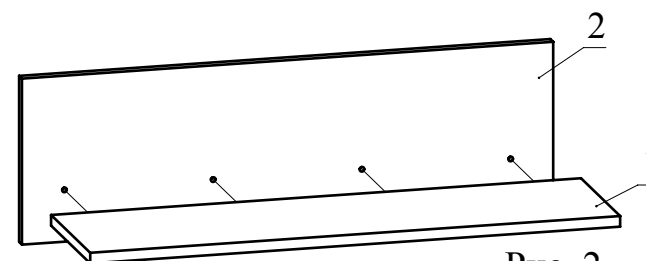

Рис. 2
3. Соедините детали 1 и 2 при помощи конфирматов (Рис. 2).